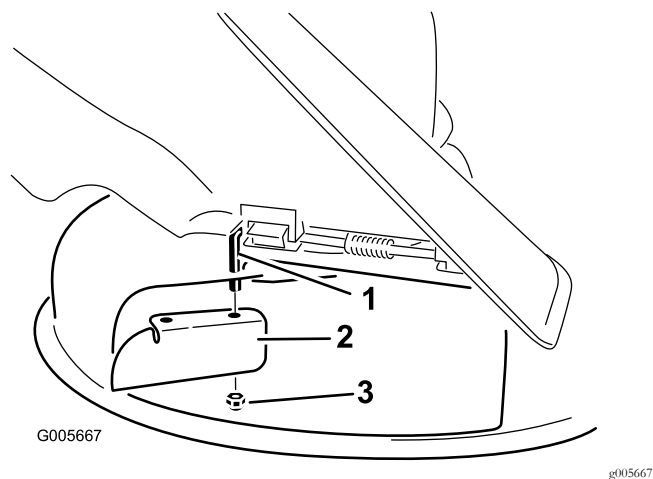

Figure 14
7. Montez le déflecteur d'ouverture sur la tige de pivot exposée (Figure 14).
3. Enlevez le déflecteur d'ouverture du plateau de coupe (Figure 14).